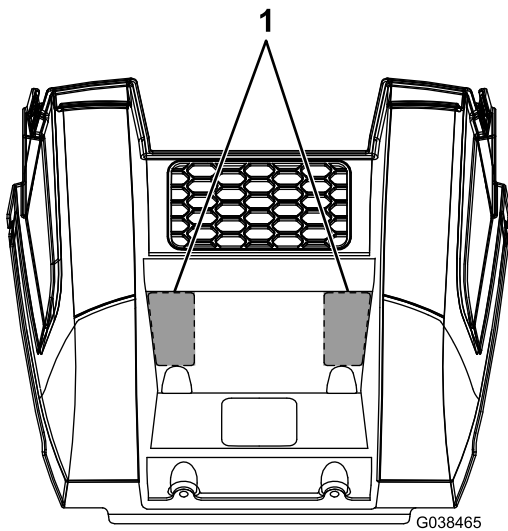

Bild 8
6. Verwenden Sie die langen Halterungen als Schablone und markieren und schneiden Sie zwei Rechtecke aus dem Gehäuse der unteren Stoßstange aus, wie in **Bild 8** abgebildet.